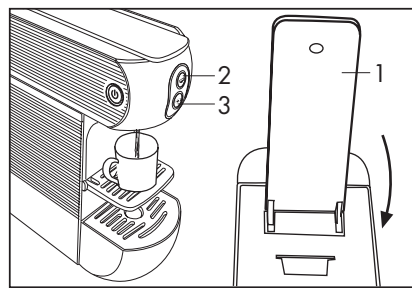

Fig. 10
- Richiudere completamente la leva (1), premere il tasto di erogazione (2) premendolo nuovamente per arrestare l'erogazione quando si è raggiunta la quantità di bevanda desiderata (Fig. 10). In caso di difficoltà di chiusura, riaprire completamente la leva e richiudere.
- Durante l'erogazione il tasto di erogazione (2) lampeggia e termina quando l'erogazione si arresta.
- Per preparare un caffè lungo (tipo Americano) premere il tasto di erogazione (2) e dopo aver preparato il caffè espresso ed espulso la capsula esausta, erogare la quantità di acqua calda desiderata.
- Per estrarre la capsula alzare lentamente la leva (1).